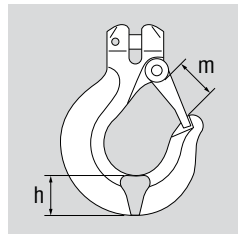
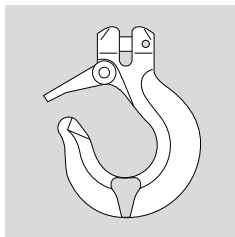

Fig. 13.4 : élargissement du crochet / usure du siège du crochet
Fig. 13.5 : élargissement du crochet / déverrouillage du linguet de sécurité
- Signe d'élargissement du crochet, par ex. augmentation notable de son ouverture. L'augmentation de l'ouverture ne peut pas dépasser 10% de la cote nominale (cote catalogue « m » fig. 13.4) ni être telle que le linguet de sécurité se déverrouille (fig. 13.5)
- Usure (réduction de l'épaisseur) du siège du crochet $\geq 5\%$ (cote catalogue « h » fig. 13.4)